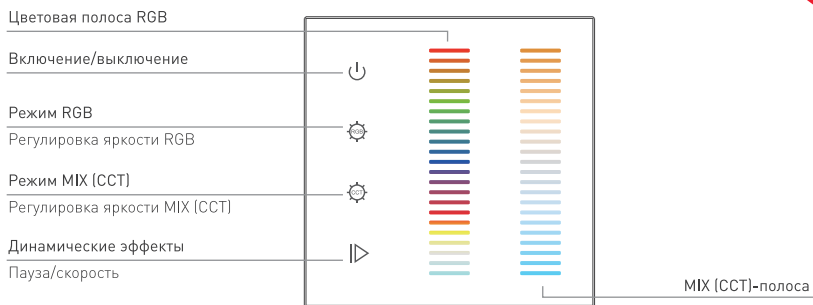

Рис. 4. Назначение сенсорных органов управления.
- коснитесь сенсорной полосы-слайдера выбора цвета (RGB цветовая полоса, Рис. 4);
- 3.10. Проверьте управление лентой с панели (Рис. 4).